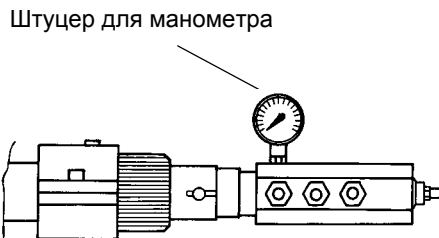

Рис. 23
- 9 Давление питания форсунки уже отрегулировано заранее на заводе-изготовителе и не должно изменяться. Только в случае необходимости, отрегулировать давление питания (см. соответствующий параграф) следующим образом: установить манометр в положение, указанное на Рис. 23, воздействовать на регулировочный винт **VR** насоса (см. Рис. 22) до получения на форсунке давления в 25 бар (форсунки Fluidics или форсунки Vergonzo- см. графики на Рис. 20 -Рис. 21);